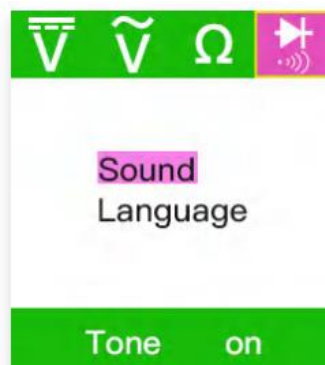

Abb. 6
- Drücken Sie in diesem Modus einfach kurz die Modus-Taste, um den Ton ein- oder auszuschalten. Wenn Sie die Modus-Taste kurz drücken (kurz drücken und wieder loslassen), ertönt ein kurzer hoher Piepton, d. h. der Ton ist eingeschaltet. Wenn ein kurzer tiefer Piepton zu hören ist, ist der Ton ausgeschaltet. (Abbildung 6).